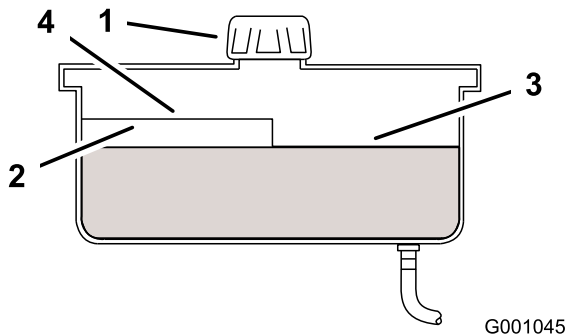

Bild 65
2. Reinigen Sie den Bereich um den Einfüllstutzen des Hydraulikbehälters (Bild 65).
3. Drehen Sie den Deckel vom Einfüllstutzen ab. Schauen Sie in den Stutzen um sicherzustellen, dass Öl im Behälter ist (Bild 65).
Hinweis: Der Füllstand sollte bei heißem Öl die Oberkante der heißen Einfüllmarkierung der Zwischenplatte erreichen (Bild 65).